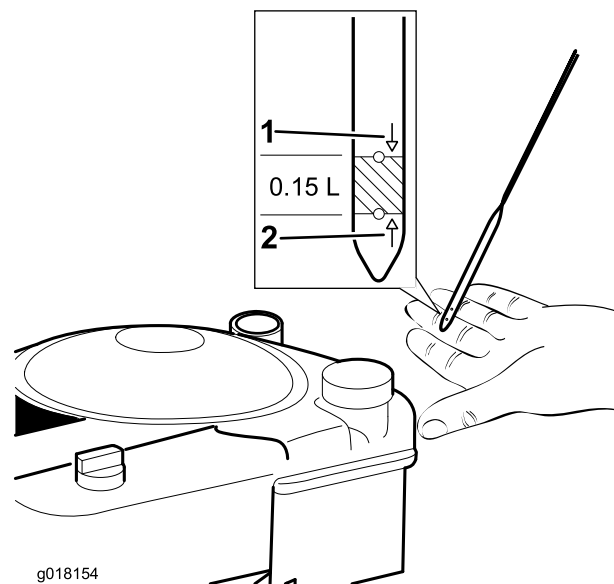

Figura 6
- Versate **lentamente** dell'olio nel tubo di riempimento, attendete 3 minuti poi controllatene il livello con l'apposita asta: pulite l'asta e inseritela completamente nel tubo (Figura 6)
- Riempite di olio il motore fino a quando l'asta di livello non indica che il livello dell'olio è corretto, come illustrato nella Figura 6. Se riempite eccessivamente il motore, estraete l'olio in eccesso come indicato in Cambio dell'olio motore (pagina 14).
- Togliete l'asta di livello (Figura 6).